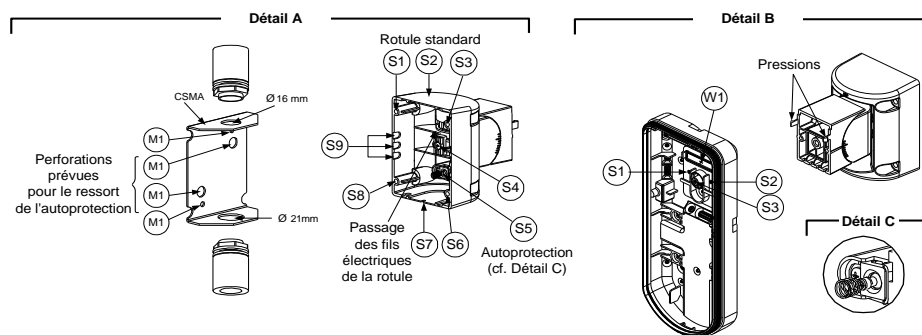

Figure 7
3. Percez les entrées pré-perçées du socle externe (Figure 7, Détail B)
4. Retirez de la rotule la pastille requise pour son branchement électrique S2, S7 ou S9 (Figure 7, Détail A).
5. Retirez l'autoprotection arrière du socle interne (cf. § "Changement de position de l'autoprotection arrière") et reliez-la au point S5 (Figure 7, Détail A) de la rotule standard.
- a. Introduisez les fils électriques externes à travers les pastilles pré-perçées S2, S7 ou S9 et faites-les ressortir (y compris les fils de l'autoprotection) par le passage de la rotule prévu à cet effet (Figure 7, Détail B).
(à l'aide de l'adaptateur rotule métallique pour conduit - CSMA) (Figure 7, Détail A)
- Insérez les câbles externes et les fils électriques de l'autoprotection en partant du conduit et en passant par le passage de la rotule prévu à cet effet (Figure 7, Détail A).
Le ressort de l'autoprotection S5 (figure 7) doit toucher le mur à travers les entrées prévues à cet effet M2 ou M3 dans le CSMA. Assurez-vous d'entendre un "clac" venant de l'autoprotection lorsque vous l'accrochez au mur.
- Insérez les fils électriques de l'autoprotection ainsi que les câbles externes en partant de la rotule standard et en passant par la pastille pré-percée W1 du socle externe (Figure 7, Détail B).
9. Fixez le socle externe à la rotule à l'aide de deux vis passant par les pastilles pré-perçées S1 et S2 (Figure 7).
10. Introduisez la vis de fixation d'angle fournie en partant du socle externe et en passant par la pastille pré-perçée S3 de la vis de fixation d'angle, située sur le socle externe, pour atteindre la rotule standard (Figure 7).